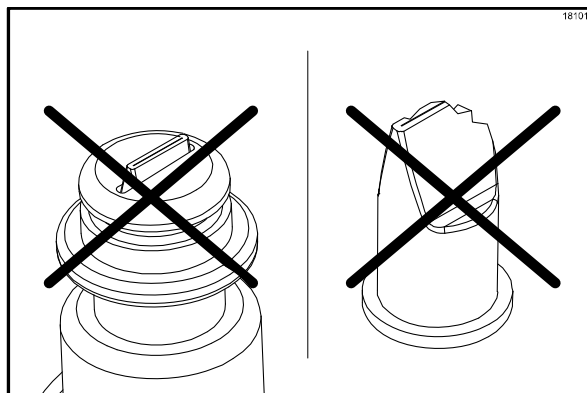

Рисунок 180
**Примечание:** замените клапан с плоской головкой, если он поврежден или растянулся за пределы паза наконечника фитинга. (См. рис. 180)